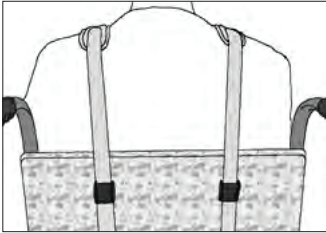

Figura 6
1. Identifique las ubicaciones de montaje de las cuatro hebillas de presión en el respaldo. Perfore orificios o ubique las posiciones de las tuercas T en el respaldo y sujete las hebillas de presión con los tornillos o pernos correspondientes (no incluidos). Se muestra en la Figura 6 & 7.